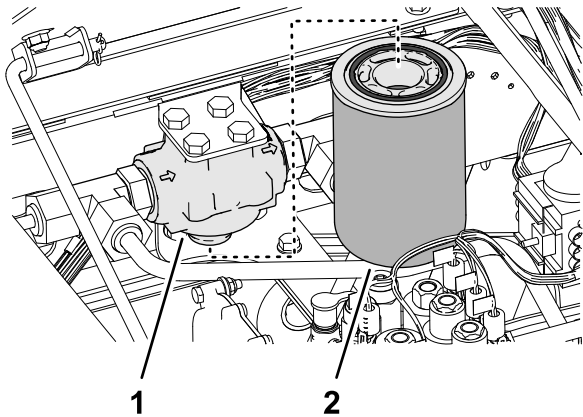

Figura 116
3. Limpie la zona alrededor del filtro de carga y la cabeza del filtro (Figura 116).